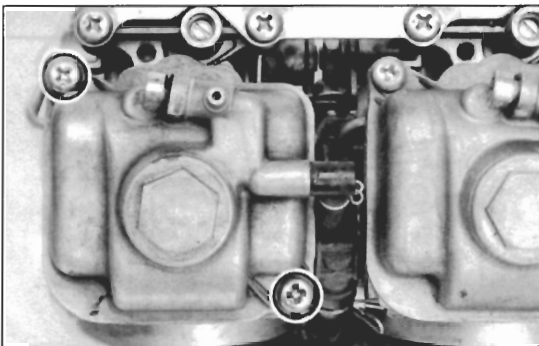

Bild 73
- Vier Kreuzschlitzschrauben (bei 750 F zwei Schrauben) von unten herausdrehen und den Schwimmerkammer-Deckel abnehmen (Bild 73).